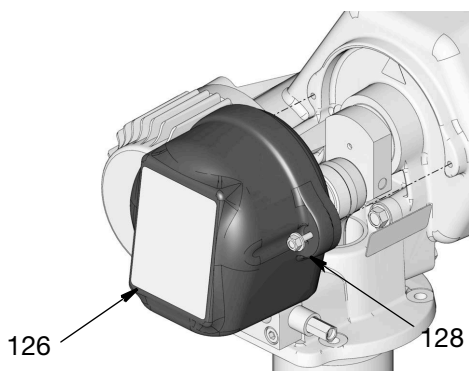

図 52
27. ボルト (128) を使ってカバー (126) を取り付け直します。レンチを使ってボルトをしっかりと締め付けます (図 52)。